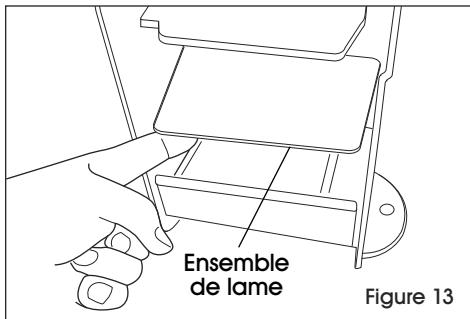

Figure 13
- c. Allez à l'intérieur de l'appareil où était le réservoir, tirez l'ensemble de lame vers le bas et basculez-le en position de nettoyage. (Voir Figure 13)